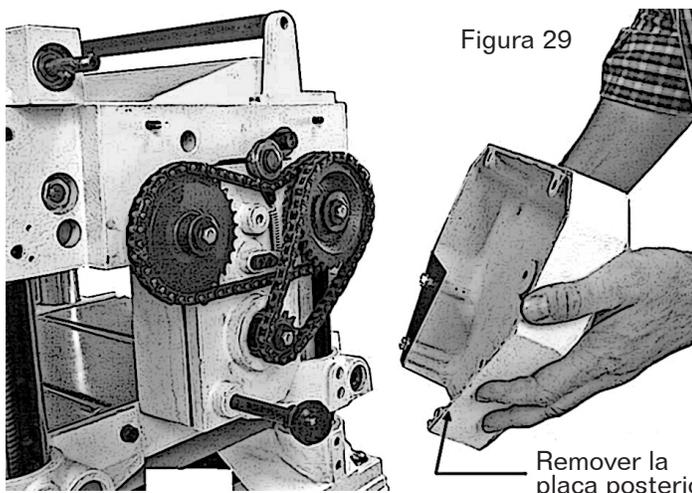

Figura 29
2. Retire el tornillo del centro de la guarda con una llave hexagonal de 6 mm. Retire la placa triangular izquierda (2 tornillos) con una llave de 10 mm. Vea la Figura 29.